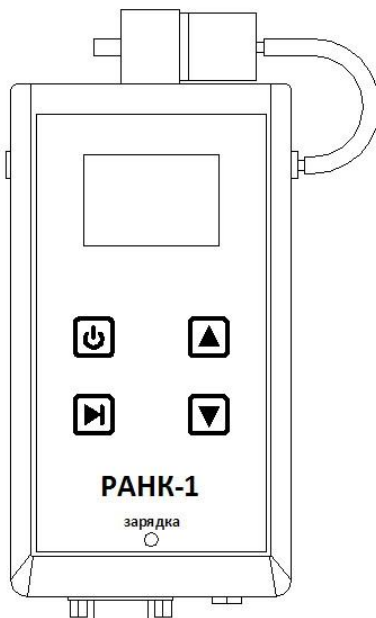

Рис. 1 Внешний вид прибора
3.1. Тахометр электронный Ранк-1 состоит из измерительного устройства, формирователя газового потока (ФГП), закрепленного на корпусе прибора и газозаборного зонда. Внешний вид тахометра приведен на рис.1.